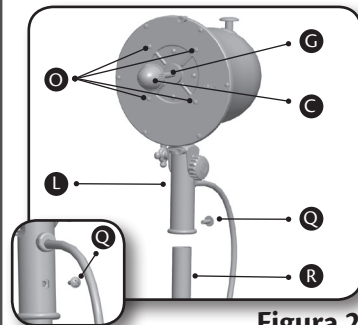

Figura 2
1. Retire el tornillo (Q) del poste de la carcasa del motor pre instalado desde el poste Interno (R). Figura 2.
2. Monte el poste (L) de la carcasa del motor en el poste interior, asegurándose que los orificios de los tornillos estén alineados en el poste de la carcasa del motor y el poste interno. Inserte y apriete el tornillo del poste de la carcasa del motor girando hacia la derecha con un destornillador estrella (Phillips). Figura 2.
1. Retire la tapa para paleta (C) del eje del motor (G) girando la tapa para paleta hacia la derecha. Figura 2.
2. Retire los cuatro tornillos (O) de la carcasa del motor parcialmente instalados. Figura 2.